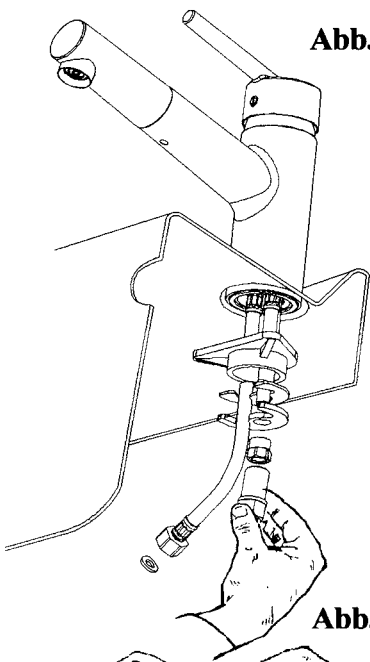

Abb. 1
- ◆ Die Mutter lösen (19) und den Befestigungsset entfernen (18 a - b)
- ◆ Stabilisationsteil (17), geformte Dichtung (18-a) und Klemmbrücke (18-b) auf die Gewindestange stecken.
- ◆ Mit Mutter (19) fest anziehen (Abb.1).